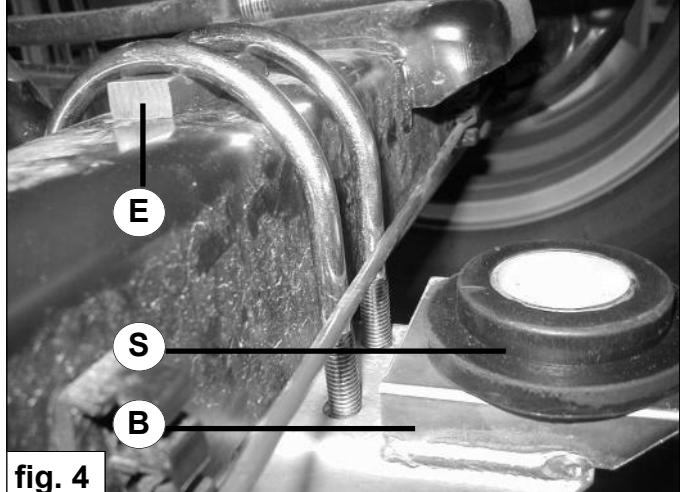

fig. 4
5. Montez le support de fixation inférieur B sous l'essieu. Assurez-vous que celui-ci soit monté verticalement sous le support de fixation supérieur. Cela peut nécessiter d'inverser le boulon inférieur de l'amortisseur. Dans le cas d'un essieu carré, placez les entretoises E sous les boutons en U sur l'essieu. Serrez les boulons en U avec une force de **25Nm**. Voir fig. 4.
6. Placez les caoutchoucs S avec les plus grands diamètres sur le support de fixation inférieur B. Voir fig. 4.